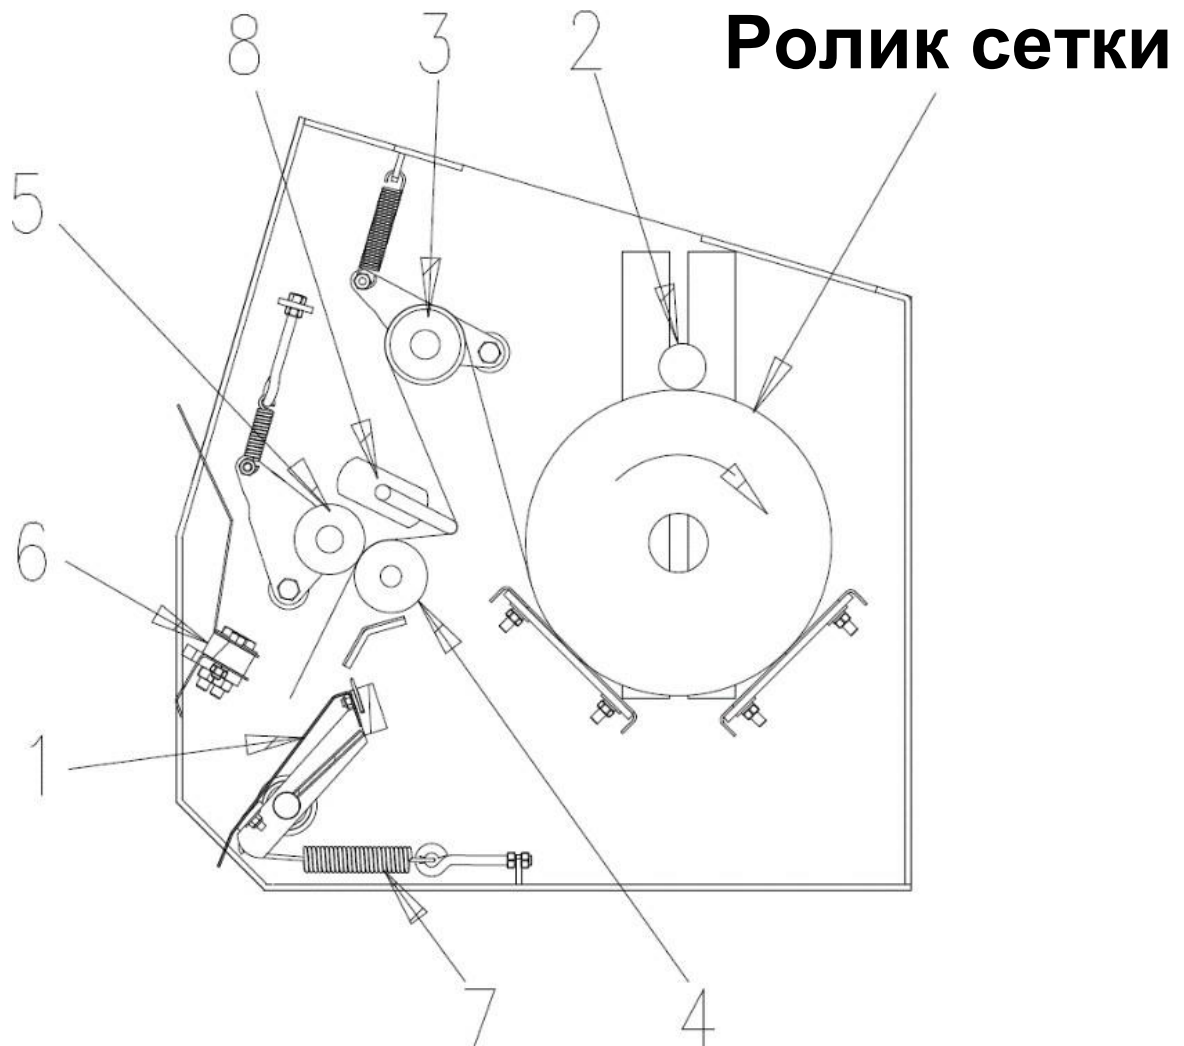

Рисунок 17. Траектория проведения сетки
Чтобы установить сетку, следует поднять и опустить задний клапан устанавливая нож в положении ожидания. На рис. 17 указан правильный путь проведения сетки. Катушку поместите в ящик для рулона сетки. Катушку установить так как показано на рисунке таким образом, чтобы сетка разматывалась сзади пресс-подборщика вверх. На ролик положите прут (2), выполняющий функцию тормоза сетки. Сетку выведите согласно схеме при помощи распределяющего валика (3), вводя в распределяющий прут (8) конец сетки между резиновым роликом (4) и нажимным роликом (5) и перетягивая ее на несколько сантиметров ниже контраножа (6).